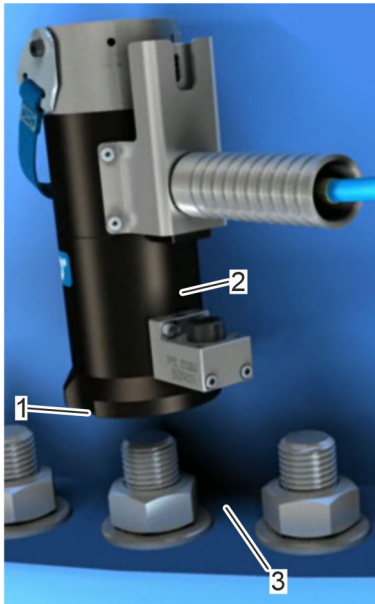

Fig. 24 : stabilisation
1. ➤ Nettoyer la surface de contact (Fig. 24 /3) et la vis.
2. ➤ Mettre le tendeur en place. S'assurer que la surface de contact (Fig. 24 /3) est perpendiculaire à l'axe de serrage.
- 2. ➤ Nettoyer la surface de contact (Fig. 24 /3) et la vis.